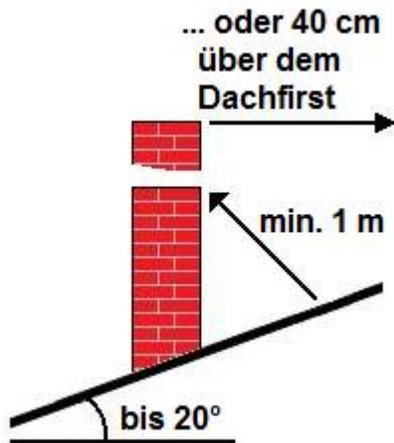

Bild 1
(1) So muss dann die Schornsteinmündung bei Dachneigungen bis 20 Grad einen Abstand zur Dachfläche von min. 1 m haben oder den Dachfirst um min. 40 cm überragen (Bild 1).